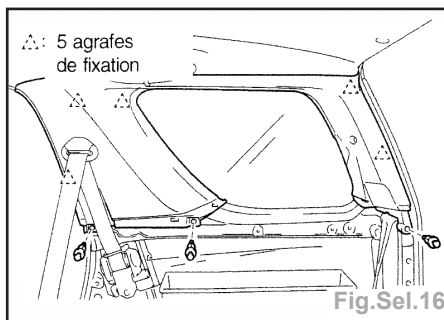

Fig.Sel.16
- les garnissages intérieurs de pavillon (fig.Sel.16),